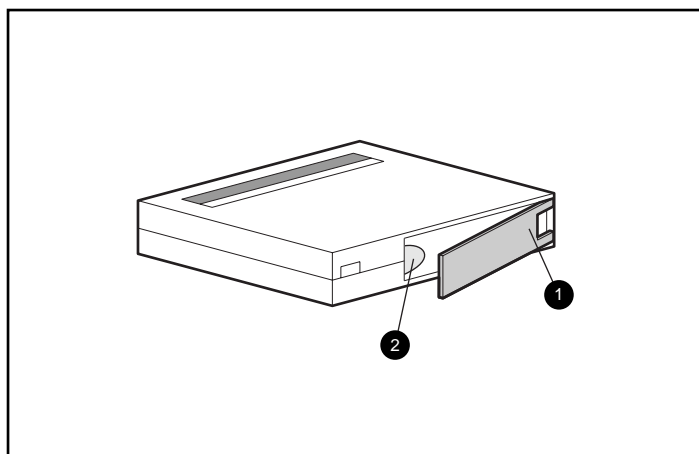

図19: テープ リーダを確認する
- ふってみて、かたかたという音がしない場合、カートリッジ内部のテープ リーダ ② を確認します。確認するには、ドア ロックをはずしてカートリッジ後部のドアを開けます ①。テープ リーダが図19に示す位置にあるはずです。